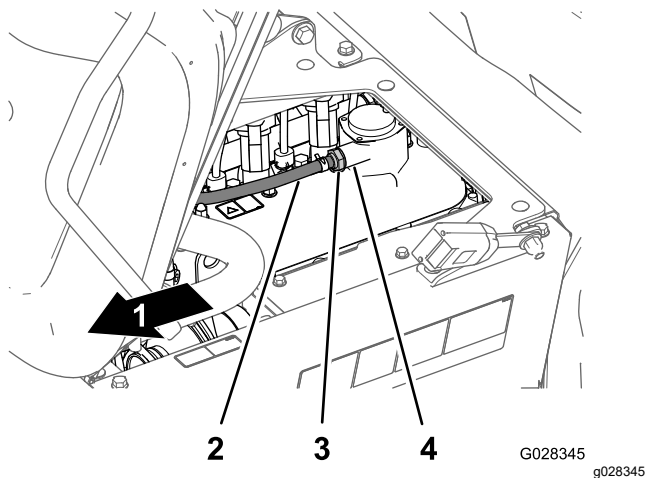

図 81
2. バルブカバーのフィッティングからPCVバルブを取り外す 図 81。
**注** バルブ内部にあるレストリクタがカラカラと音を立てる場合は継続使用可能。バルブを振っても中から音がしない場合は PCV を交換する 図 81。
4. バルブカバーのフィッティングの一番奥までPCVバルブを押し込む 図 81。